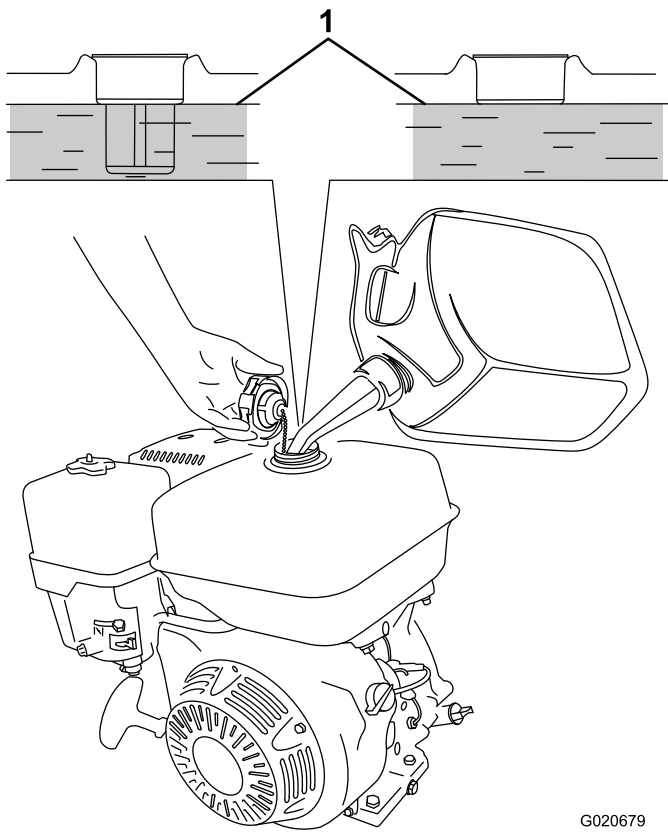

Figura 8
3. Añada combustible al depósito de combustible hasta que el nivel llegue al nivel máximo de combustible (Figura 8).